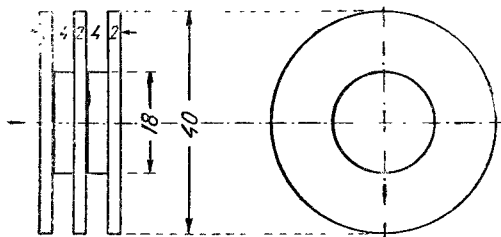

Рис. 6. Чертеж деревянного каркаса для дросселя высокой частоты
Дроссель высокой частоты (19). Чертеж деревянного каркаса этого дросселя дается на рис. 6. Намотка производится проводом 0,2—0,25 любой марки до заполнения прорезей. Не является необходимым строго соблюдать эти данные. Дроссель может быть намотан и на кар-